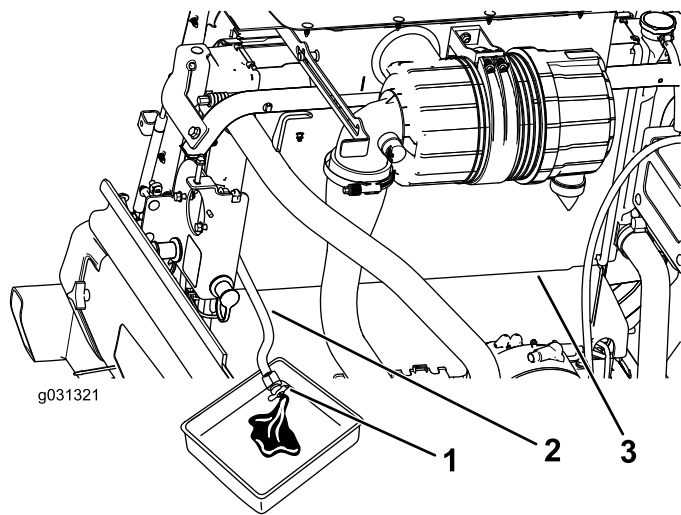

Figura 124
3. Con il flessibile di spurgo del radiatore posizionato in una bacinella, aprite la valvola di spurgo sul flessibile del radiatore e spurgate il fluido nella bacinella (Figura 124).
- 4. Chiudete la valvola situata sul flessibile di spurgo del radiatore (Figura 124).